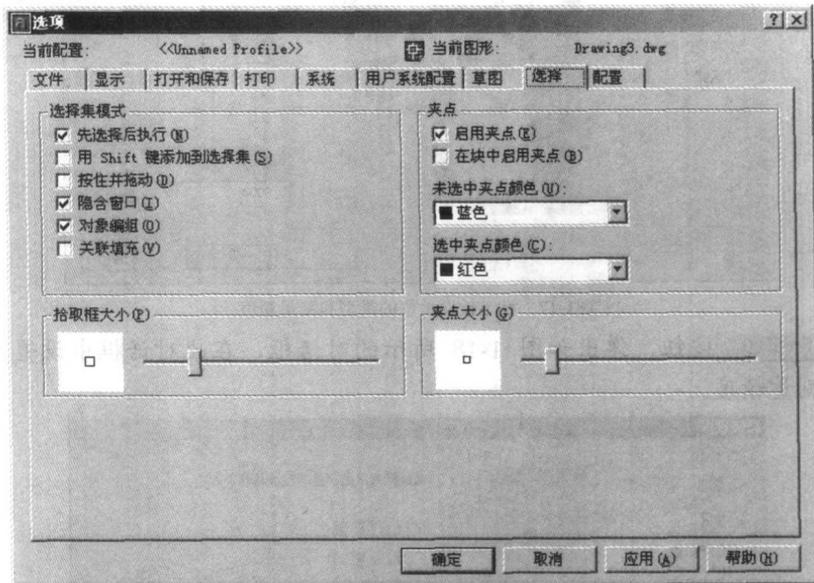

图1-15 【选择】选项卡
1. 单击【工具】/【选项】命令，打开【选项】对话框。单击【选择】选项，进入【选择】选项卡，如图 1-15 所示。
2. 缺省情况下，“隐含窗口”选项是选中的，如图 1-15 所示，此时，允许利用矩形窗口或交叉窗口选择对象。若清除该选项前的“√”符号，则一般情况下只能用拾取框选择对象。